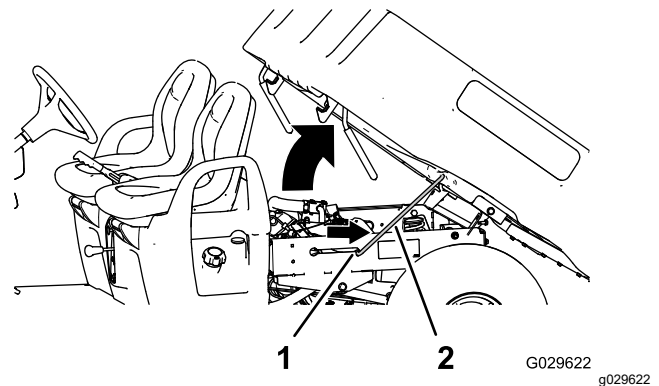

Figura 13
2. Tire de la varilla de sujeción hasta que entre en la muesca de retención para sujetar la plataforma (Figura 13).
2. Extraiga la varilla de sujeción de la muesca de la ranura (Figura 13).
- Baje la plataforma hasta que se enganche firmemente en su sitio (Figura 13).